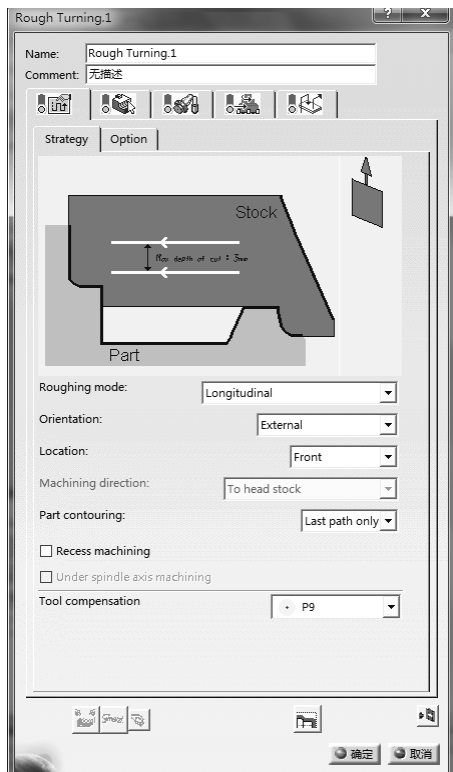

图 7-19 “Machining”选项卡(1)
- 在“Machining”选项卡(1)的“Roughing mode”下拉列表中选择“Longitudinal”, 在“Orientation”下拉列表中选择“External”, 在“Location”下拉列表中选择“Front”, 在“Part contouring”下拉列表中选择“Last path only”, 如图 7-19 所示。